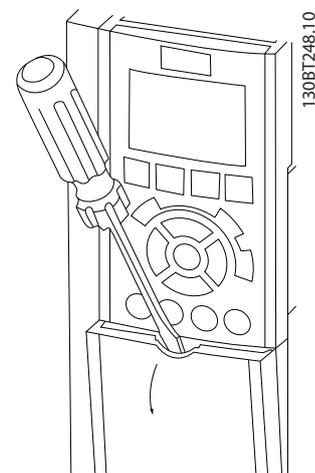

図 2.8 A2、A3、B3、B4、C3 および C4 エンクロージャーのコントロール配線アクセス
- ドライバーでアクセス・カバー・プレートを取り外します。図 2.8 を参照